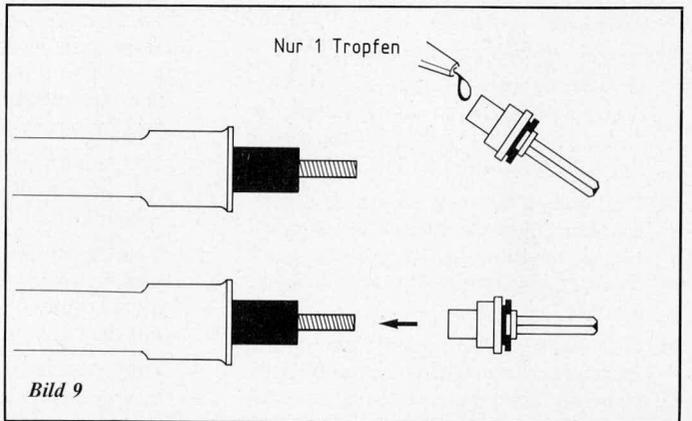

Bild 9
9. Nun kann der Mitnehmer mit seiner Bohrung bis zum Anschlag auf die freistehende Tachometerseele (Innenwelle) gesteckt werden, wobei zuvor in die Bohrung des Mitnehmers ein Tropfen Zwei-Komponenten-Kleber zu geben ist (Bild 9).